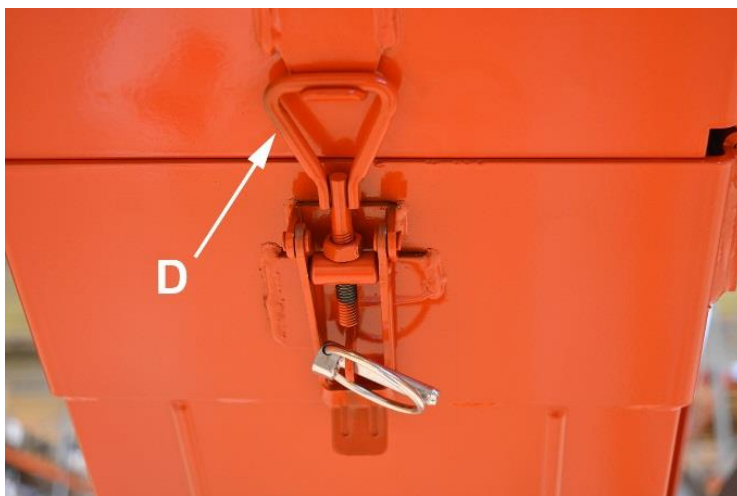

Bild 4d.
6. Lyft transportören i den önskade vinkeln med hjälp av en vinsch (max. 40°) och lås utmatningstransportörens övre del i driftläge med lås D på bild 4d.
2. Frigör låsning D på bild 4d och sänk transportören i det nedersta möjliga läget med en vinsch.